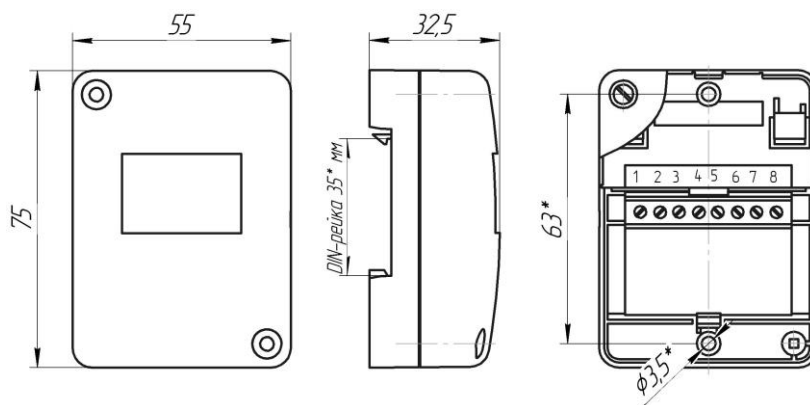
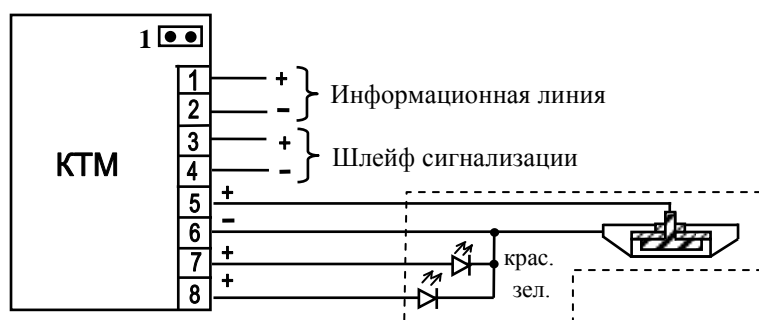

Рис.1. Габаритные и установочные размеры КТМ.
Рис. 2. Назначение клемм КТМ.
4.4. При использовании считывателя с одноцветным индикатором все проблески будут красными. Для этого необходимо соединить клеммы 5 и 6 перемычкой (см.рис.2).
6.1.1. Габаритные и установочные размеры КТМ представлены на рис.1, схемы подключения на рис.2,3.
6.2.1. КТМ (см. рис.2) поставляется с установленным джампером 1 (программирование адреса).